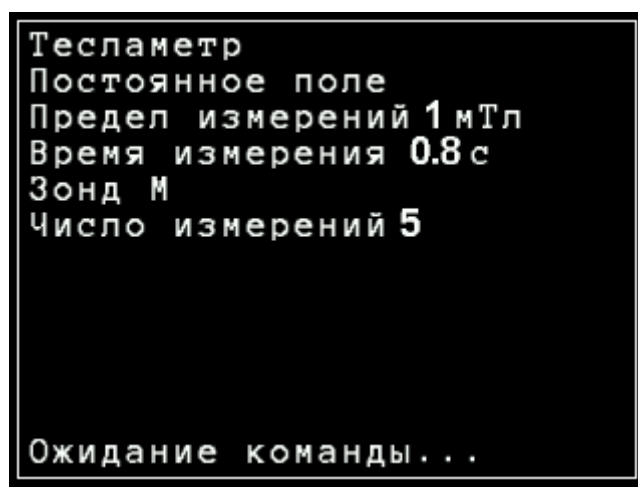
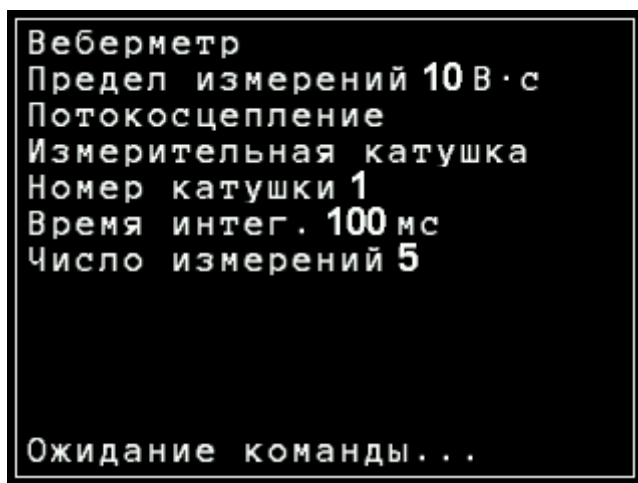

Рисунок 3.4. Главное окно ТПУ-2В в режиме «Тесламетр»
Рисунок 3.5. Главное окно ТПУ-2В в режиме «Веберметр»
3.2.2 При включении ТПУ-2В в зависимости от режима работы прибора (режим «Тесламетр» или режим «Веберметр») будет показано одно из следующих окон (см. рисунок 3.4 и рисунок 3.5 соответственно).